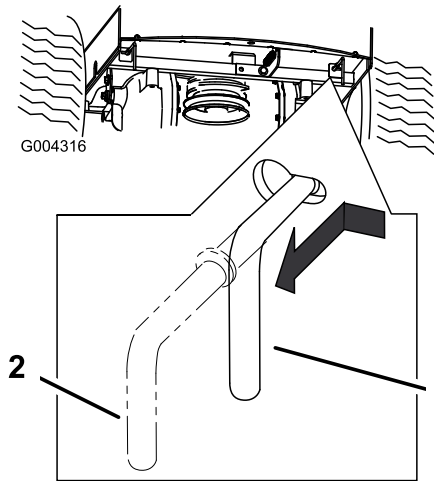

Figura 22
3. Spostate verso l'interno le due leve di bypass e premetele finché la rondella sull'asta non passa attraverso l'intaglio (Figura 22).
4. Premete le leve verso l'esterno per bloccarle (Figura 22).
Spostate ogni leva di bypass verso l'interno, poi tiratela indietro fino in fondo all'intaglio (Figura 22). Premete le leve verso l'esterno per bloccarle.